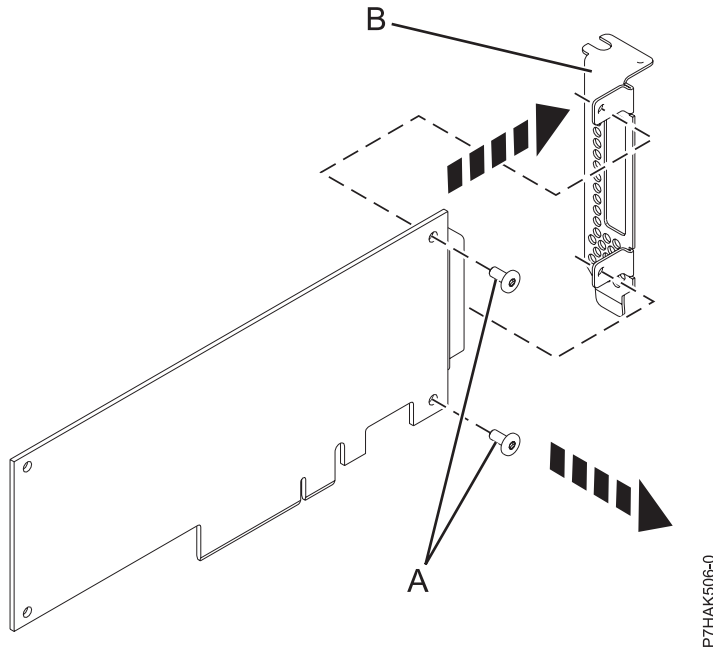

Abbildung 31. Kurzen Haltesteg aus dem fehlerhaften PCI-Adapter ausbauen
- Entfernen Sie mit einem Kreuzschlitz-Schraubendreher die beiden Schrauben (A), mit denen der Haltesteg (B) am fehlerhaften PCI-Adapter befestigt ist (siehe Abb. 31).